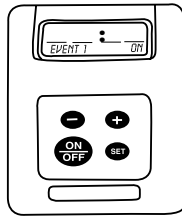

FIG. 3
- 1) After the time is set, press SET button once. The display will now show EVENT 1 ON mode. EVENT 1 ON will be flashing with a blank display. (See Fig. 3)
- 1) Après avoir réglé l'heure, appuyez une fois sur le bouton SET (régler). L'affichage indiquera maintenant le mode EVENT 1 On (événement 1 marche). EVENT 1 On clignotera sans affichage. (Voir la fig. 3)